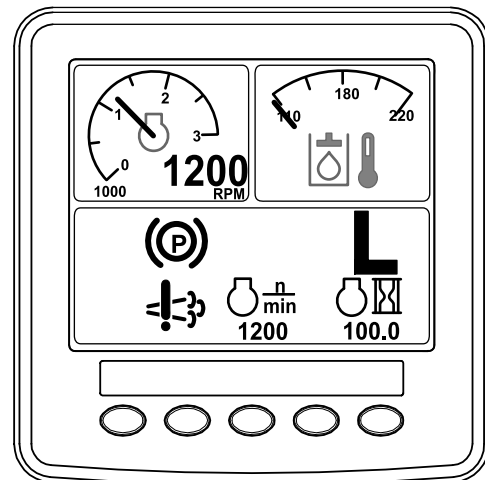

Figura 64
- L'icona della rigenerazione di ripristino viene visualizzata nell'InfoCenter (Figura 64).